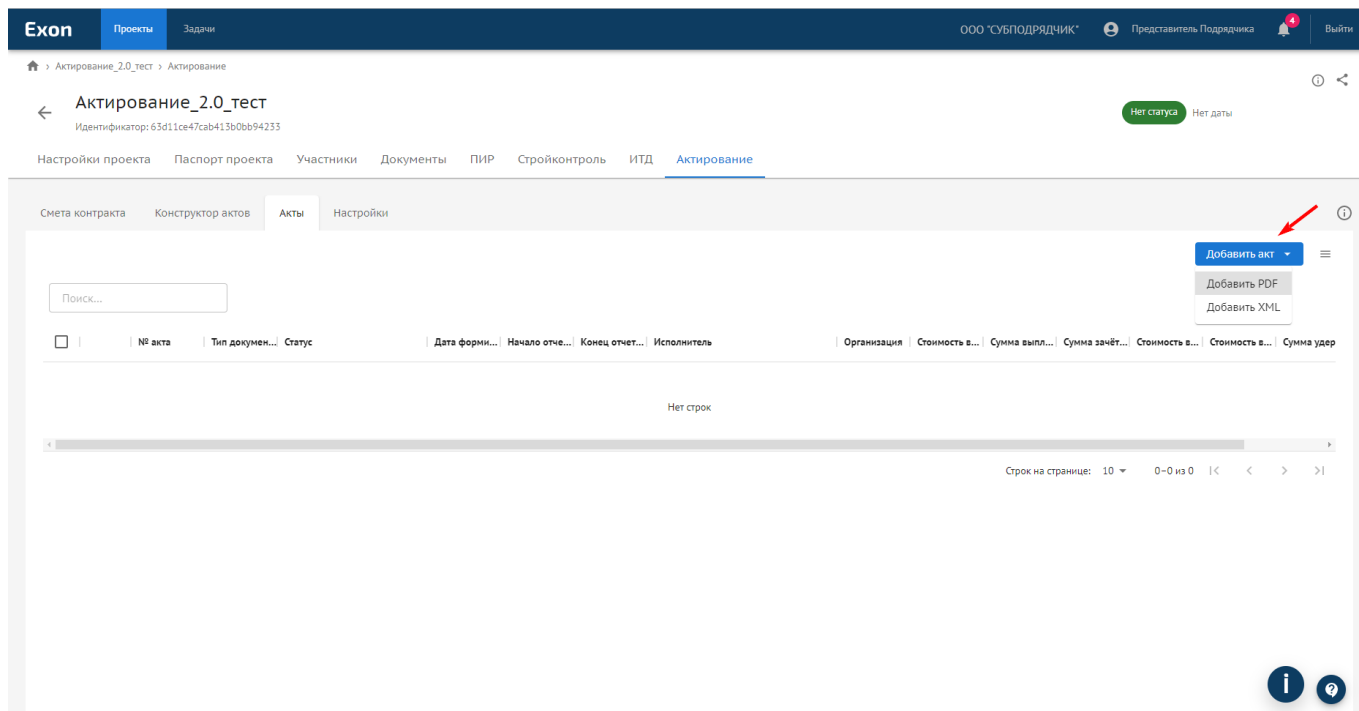

Рис. 34 -Добавление КС-2, КС-3
Чтобы загрузить акт в правом верхнем углу нужно нажать «Добавить акт» (1) и выбрать формат для загрузки PDF или XML (рис. 34).